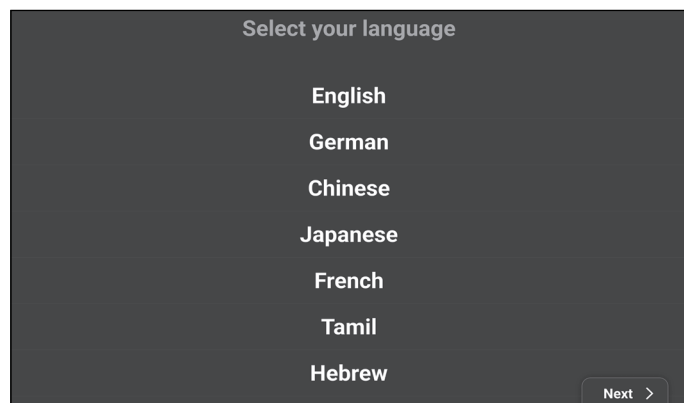

Abbildung 13
2. Wählen Sie Ihre bevorzugte Sprache **(Abb. 13)**.